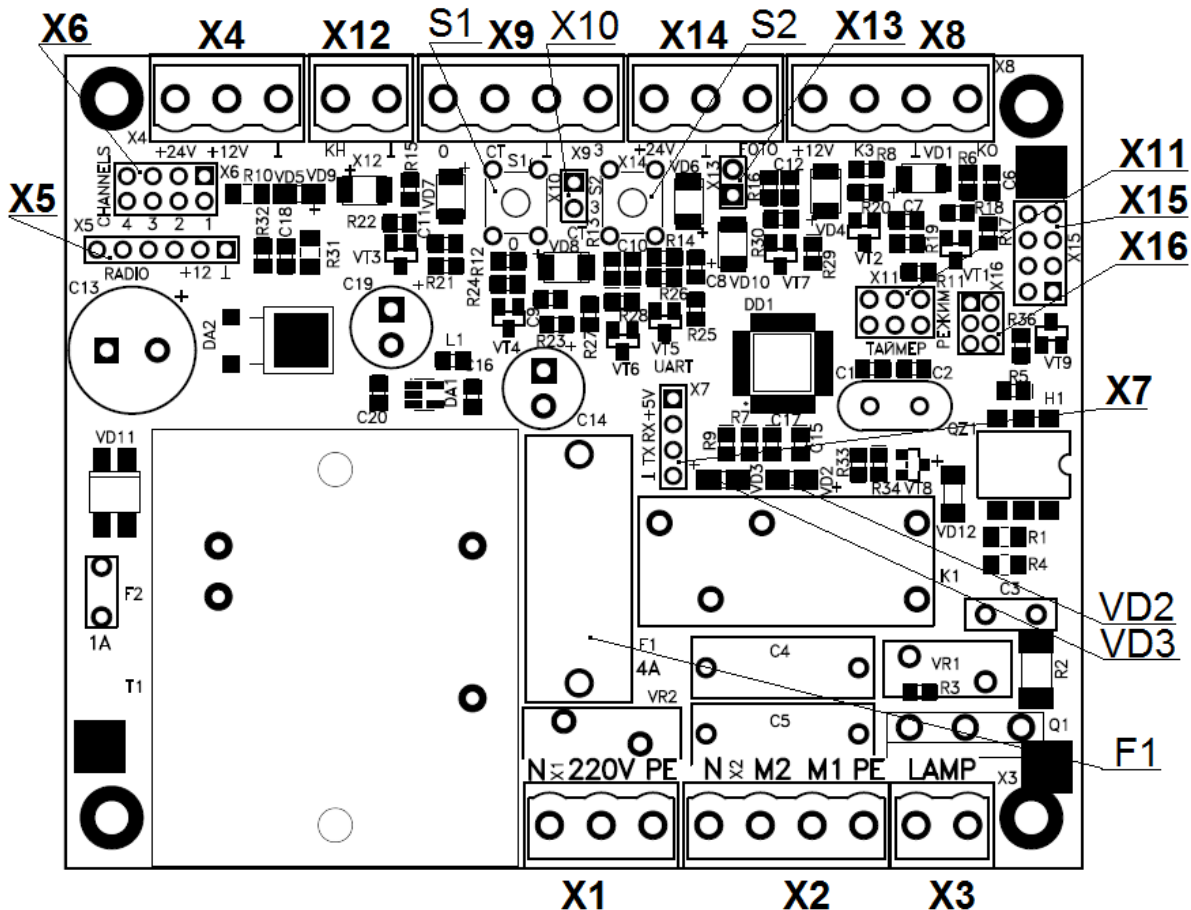

Рисунок 6
Питание шлагбаума однофазное, подключается к разъему X1 (см. Рисунок 6)
Фотоэлементы подключаются к разъему X14 (см. Рисунок 6)
При отсутствии фотоэлементов на переключателе X13 (см. Рисунок 6) должен быть установлен джампер. При отсутствии перемычки шлагбаум не будет закрываться.
Подключается к разъему **X9** (см. Рисунок 6)
3. Блок перейдет в режим настройки задержки таймера. Количеством миганий индикаторов открытия и закрытия (см. Рисунок 6) отобразится текущее время задержки в секундах кратное 5. (3 мигания – 15 секунд)
При наличии фотозлементов можно активировать функцию авто-закрытия шлагбаума, установив перемычку возле подписи «РЕЖИМ», на колодке выбора режима **X11** (см. Рисунок 6).